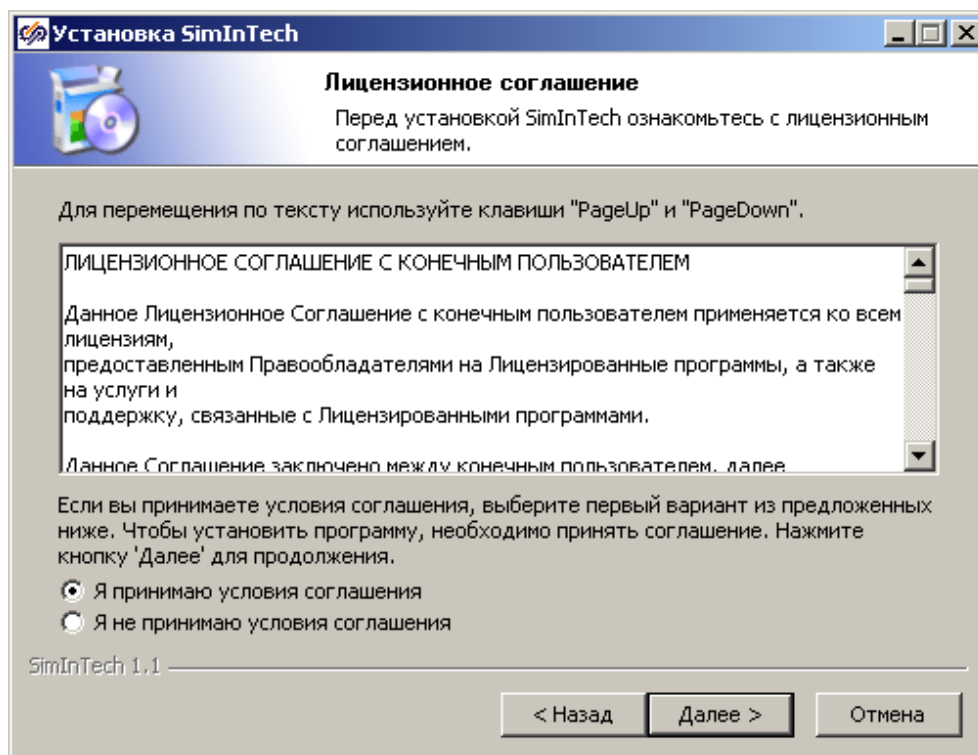

Рисунок 1.2
3)левой клавишей «мыши» активировать поле «Я принимаю условия соглашения» с последующим нажатием кнопки «Далее» (рисунок 1.2). В результате выполнения действий появится рабочее окно выбора устанавливаемых компонент ПО SimInTech, представленное на рисунке 1.3.